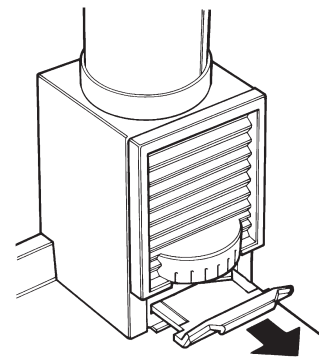

Fig. 11
- Ouvrez à fond le registre de la chicane du conduit de fumée (Figure 11).
- Poussez à fond sur la " gauche " le levier de réglage du conduit de fumée (la porte de la chicane du conduit de fumée fermée, Figure 11).
- Ouvrez à fond registre de la chicane du conduit de fumée (Figure 11).